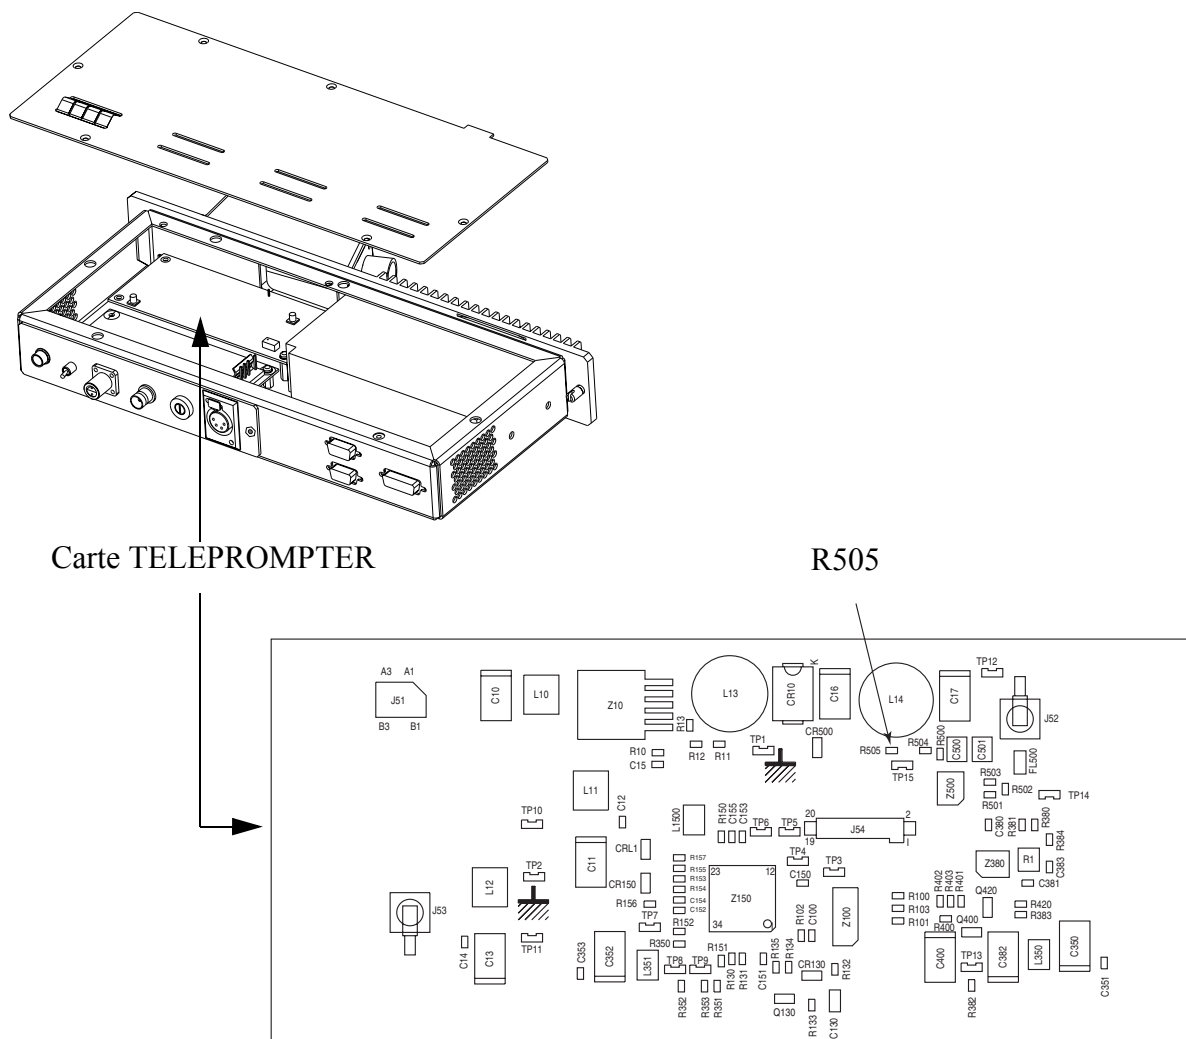

Figure 2.12: Accès à la résistance R505
- Dessouder la résistance R505 (0Ω) sur la carte TELEPROMPTER (se référer à la Figure 2.12:Accès à la résistance R505, page 51).